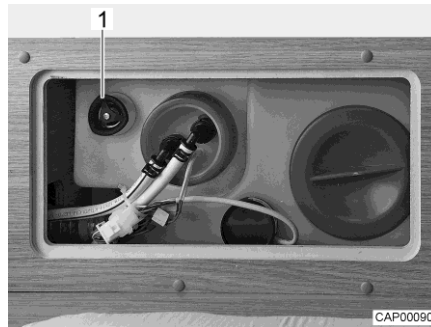

Bild 119 Vattentank med ratt
- Vrid ratten (Bild 119,1) på vattentanken moturs mot motståndet till stoppläget för att öppna utloppsöppningen helt.